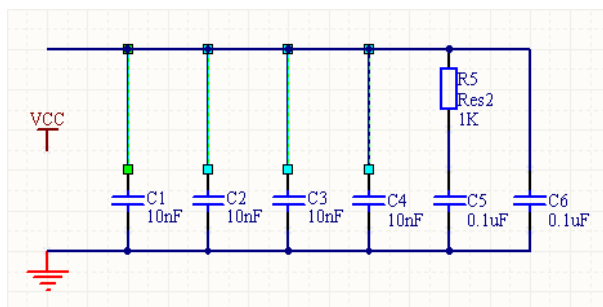

图 3.34 导线自动延长与水平导线连接
(5) 选中电容“C1”~“C4”上方的四根导线，移动鼠标到任何一根选中导线的上端点，当鼠标变为形时，按住鼠标左键，向上拖动鼠标，使该导线与水平导线连接起来，释放鼠标左键，此时其它三根选中的导线也会自动延长，与水平导线相连，如图 3.34 所示。